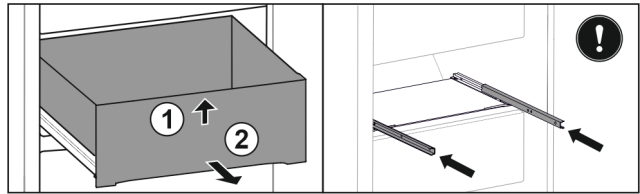

Fig. 51
- ▶ Приподнимите выдвижной ящик спереди. Fig. 51 (1)
- ▶ Извлеките выдвижной ящик движением вперед. Fig. 51 (2)